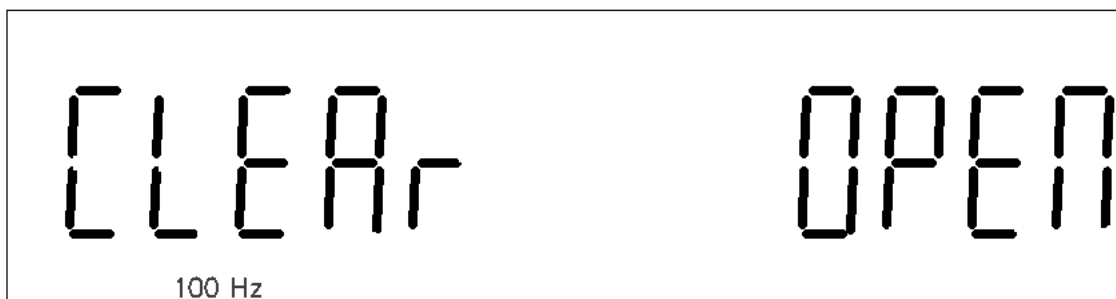

图 3-2 开路清零
2. LCD 显示信息如图 3-2 所示。“OPEN” 闪烁。